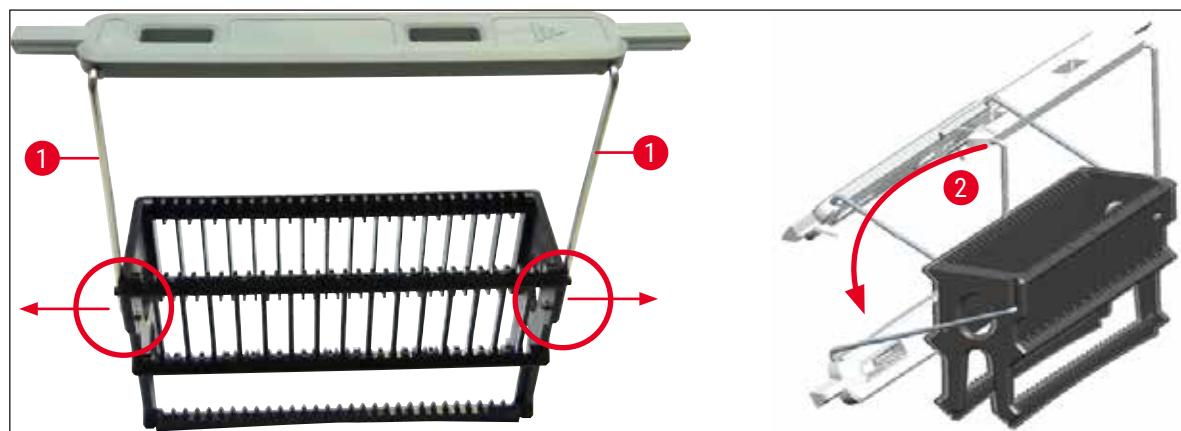

図69
- ハンドルがラックの真上に位置していることを確認します（→ 図69）。